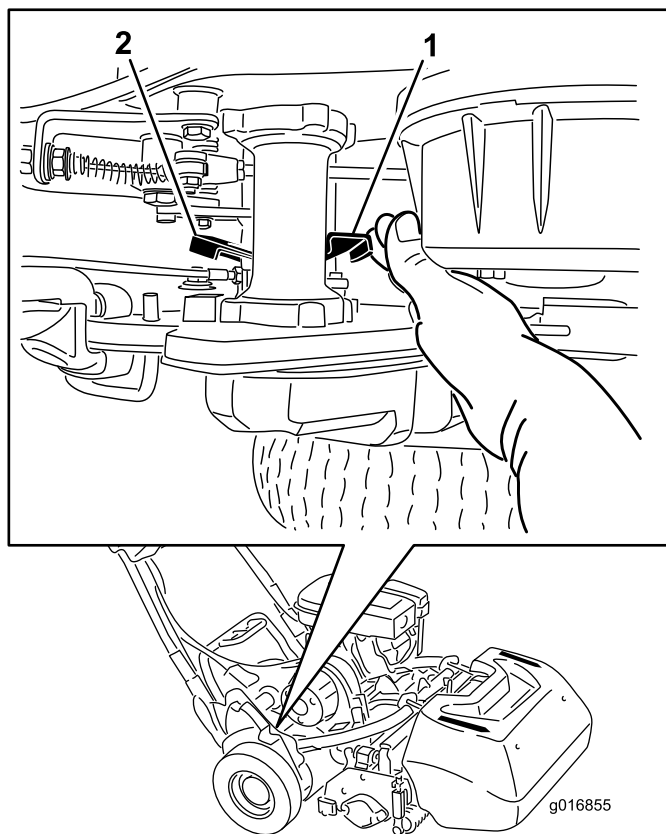

Bild 29
1. Rechts hinten an der Maschine neben der Antriebsgehäusetrommel befindet sich der Hebel zum Ein-/Auskuppeln des Fahrtriebs (Bild 29).